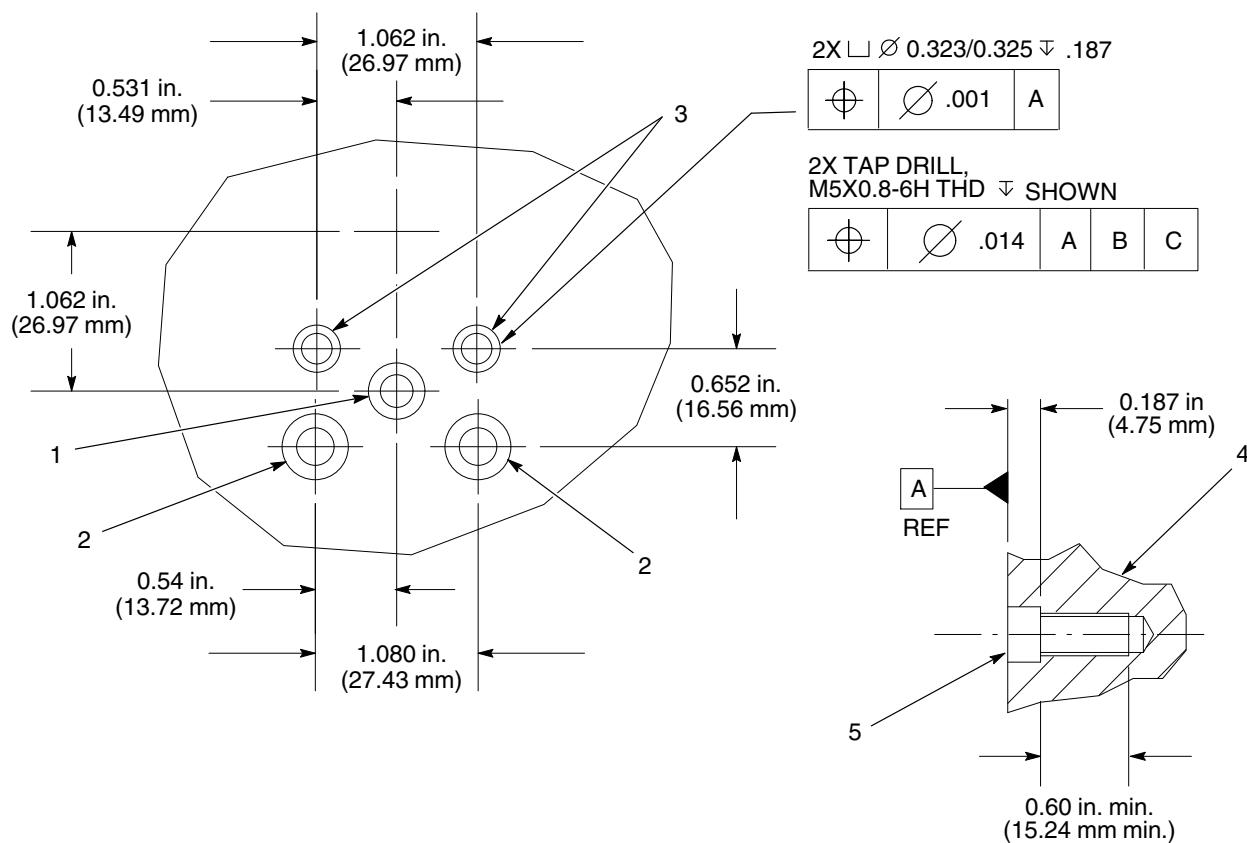

Рис. 4 Размеры для монтажа на коллекторе
Данные для монтажа дозирующего клапана на коллекторе см. на рис. 4. Помимо высверливания монтажных отверстий (3), высверлить отверстия для впуска материала (1) и портов температурного кондиционирования (2).